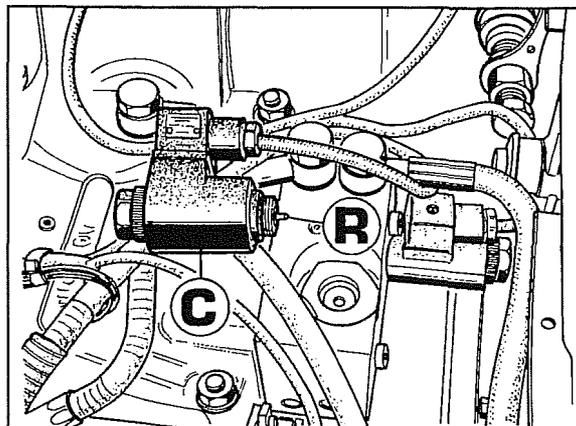

Abb. 15
- a. Die Spule **C** Abb. 15 auf den Solenoid montieren.
- d. Bei gesenktem Kraftheber den Schalter des Krafthebers in die Stellung für Heben bringen (wobei man die Sicherheitstaste gedrückt hält), wobei man beobachtet, daß die Spitze des Solenoids **R** (Abb. 15) ihre Hubbewegung ausführt. Wenn das der Fall ist, funktioniert die Gruppe.